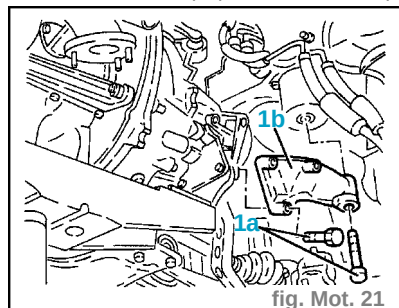

fig. Mot. 21
- Dévisser les vis (1a) et enlever le support rigide du groupe motopropulseur côté boîte de vitesses (1b). (fig. Mot. 21)
- Monter le support rigide arrière du groupe motopropulseur côté boîte de vitesse (1b) et le fixer avec ses vis (1a) au couple prescrit. (fig. Mot. 21)